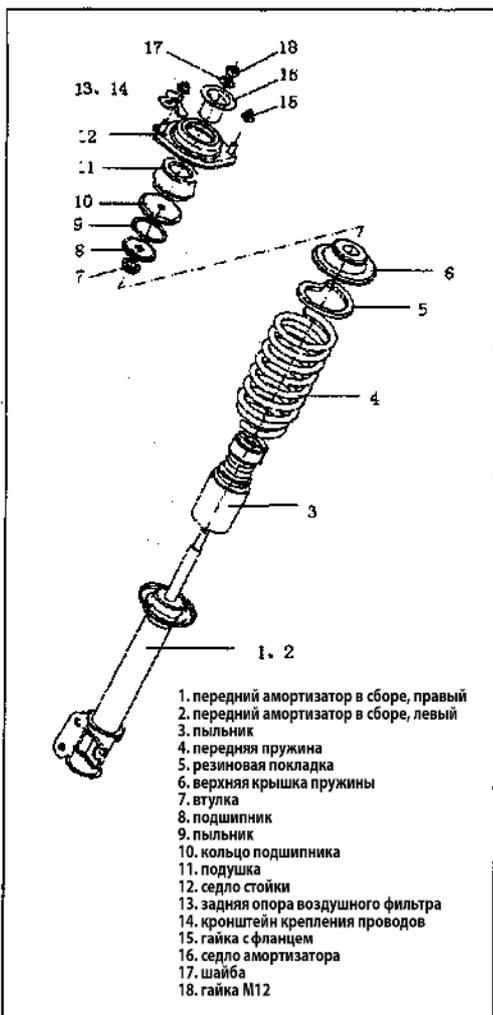

Рис. 511
2) При сжатой пружине снимите гайку стойки и снимите детали (Рис. 511).